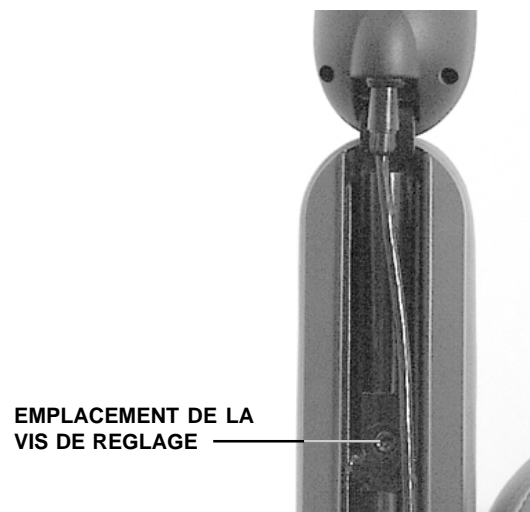

Fig. 18. Réglage extension de la manette
1. Utilisez une clé hexagonale de 5-mm pour desserrer le boulon. Voir la figure 18.